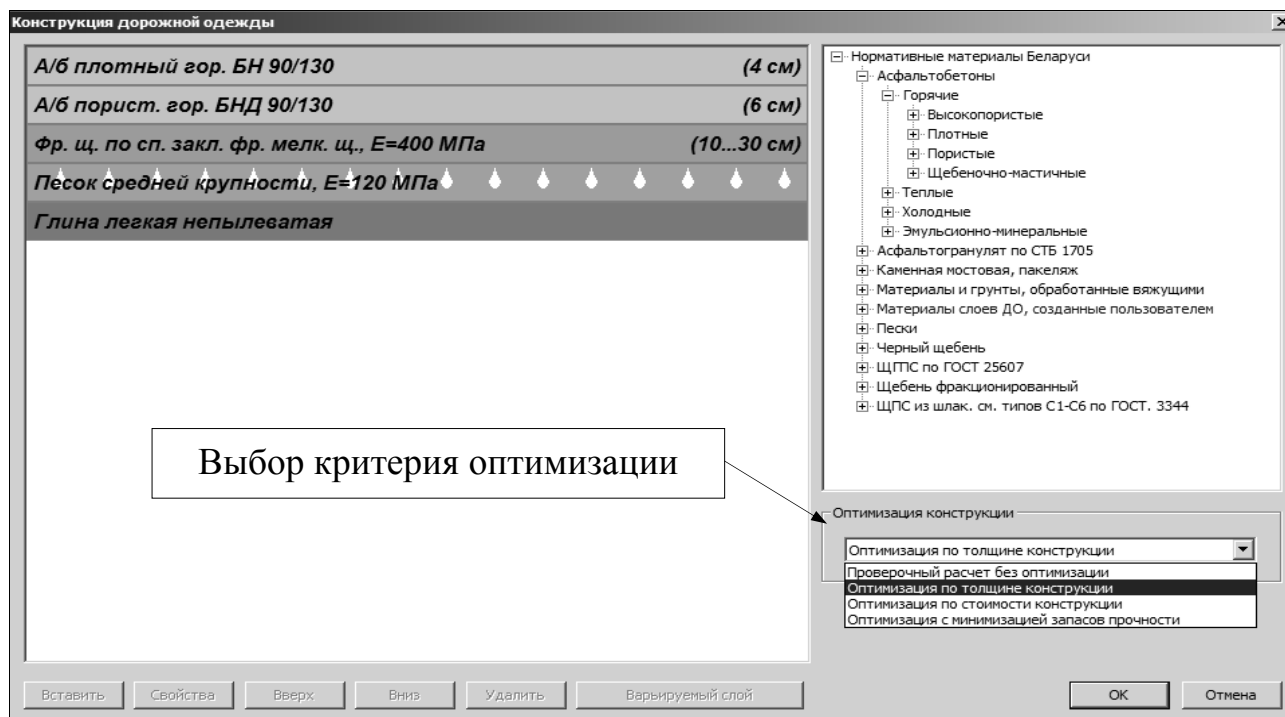

Рис. 10.11. Оптимизация конструкции дорожной одежды
6. Для выполнения оптимизационных расчетов конструкции перейдите в окно КОНСТРУКЦИЯ ДОРОЖНОЙ ОДЕЖДЫ (рис. 10.11), которое открывается с помощью команды КОНСТРУКЦИЯ ДОРОЖНОЙ ОДЕЖДЫ меню ДАННЫЕ либо с помощью одноименной кнопки на панели инструментов.
В программе реализовано три варианта выполнения оптимизационных расчетов: **Оптимизация по толщине конструкции**, **Оптимизация с минимизацией запасов прочности** и **Оптимизация по стоимости конструкции** (см. рис. 10.11).